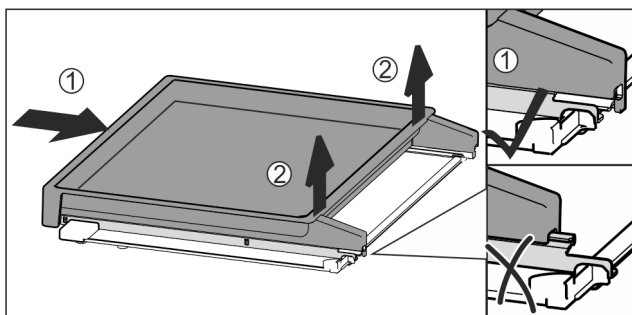

Fig. 96
- Insérer complètement la bordure télescopique Fig. 96 (1).
- La désenclencher à l'arrière Fig. 96 (2).
- Sortir la bordure télescopique par l'avant Fig. 96 (3).